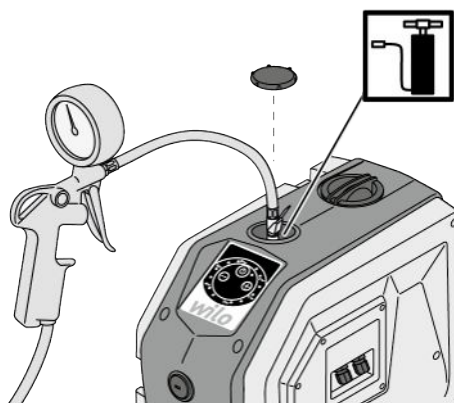
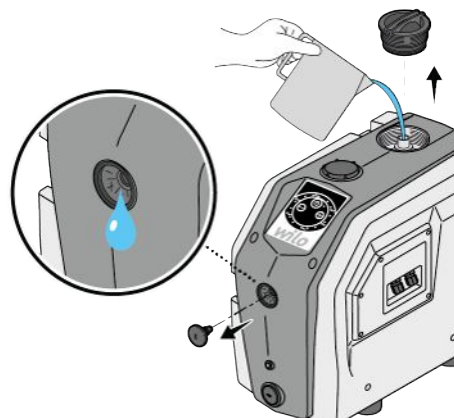

Fig. 7: Riempimento del vaso di idroaccumulo a membrana
Fig. 10: Riempimento
1. Chiudere la valvola d'intercettazione (Fig. 7, Pos. 1, 2) sul lato di aspirazione e di mandata.
1. Se il prodotto è installato in modalità di aspirazione (Fig. 7), premere i tasti di comando "+" e "-" contemporaneamente per 5 secondi (Fig. 10).